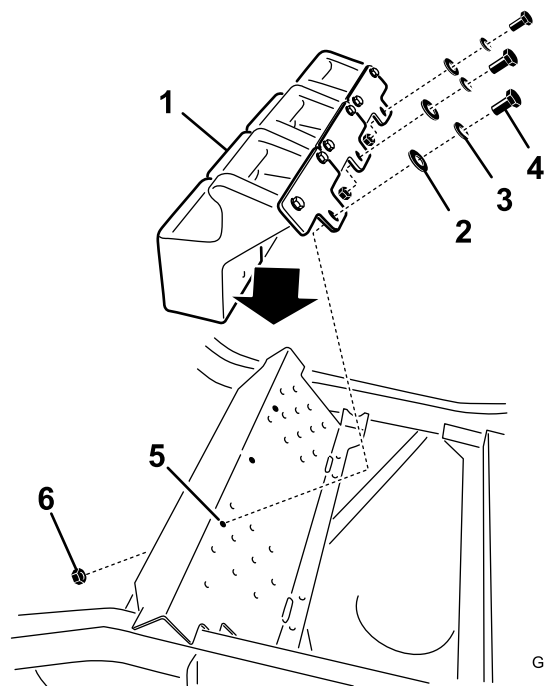

Bild 35
2. Montieren Sie den Frontballast auf der Fußplattform (Bild 35).
3. Befestigen Sie den Frontballast mit sechs Schrauben (3/8" x 1"), sechs Sicherungsscheiben, 6 Flachscheiben und drei Bundmuttern (3/8") auf der Fußplattform und an der Befestigungshalterung für den Ballast (Bild 35).